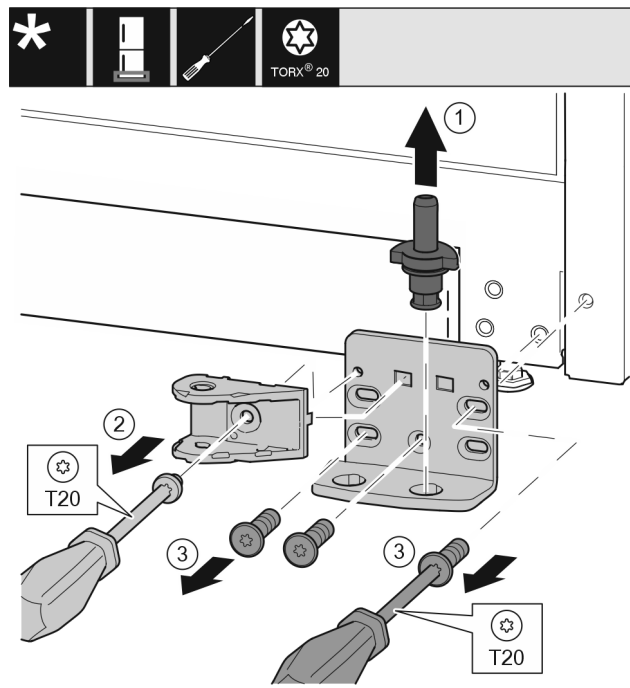

Fig. 34 \*
- ▶ Lagerbolzen komplett nach oben herausziehen. Fig. 34 (1)\*
- ▶ Schraube mit Schraubendreher T20 herausdrehen und Schließdämpferverbindung abnehmen. Fig. 34 (2)\*
- ▶ Schrauben mit Schraubendreher T20 herausdrehen und Lagerbock abnehmen. *Fig. 34 (3)\**